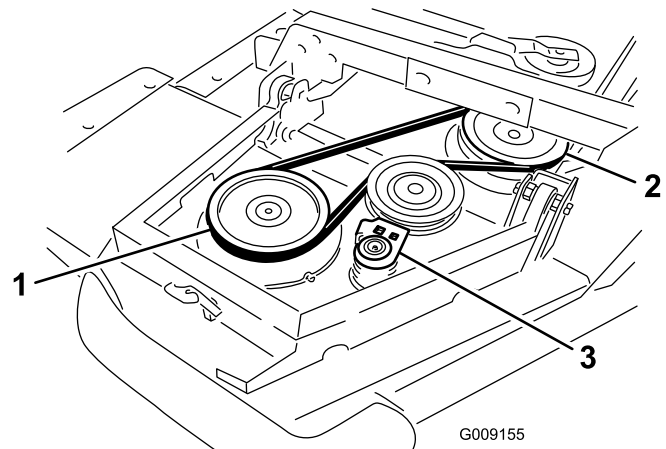

Figure 5
- A. Commencez par chausser la courroie autour de la poulie d'axe du plateau d'extrémité et de la poulie d'axe du plateau avant (Figure 5).
B. À l'aide d'une clé à cliquet ou d'un outil similaire, éloignez la poulie de tension des autres poulies (Figure 5).